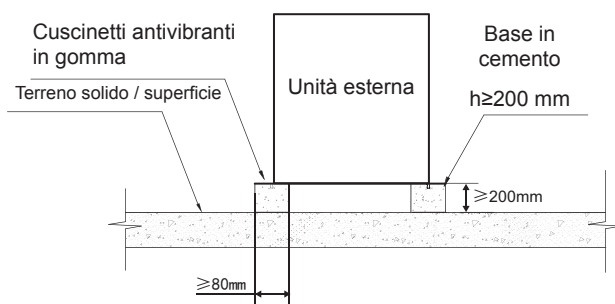

Fig. 6-5 Vista frontale della struttura di base
- 4) La Fig. 6-5 mostra un progetto di base in cemento. Le specifiche tipiche del cemento sono 1 parte di cemento, 2 parti di sabbia e 4 parti di pietrisco con barre di rinforzo in acciaio. I bordi della base devono essere smussati.